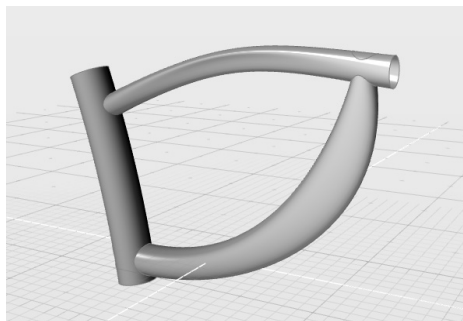

图 5-134 车架建模结果
3) 至此, 已完成车架曲面构建, 激活“隐藏/取消隐藏曲线”图标 , 将曲线隐藏, 可见建模结果如图 5-134 所示。